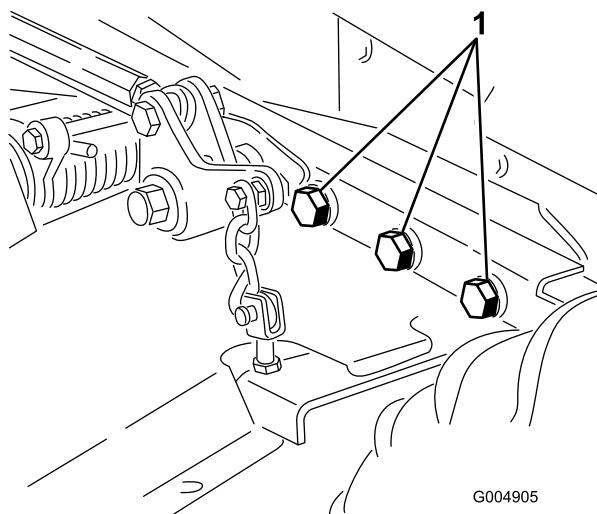

図 81
4. ボルトナット類にゆるみながいか点検し、必要な締め付けを行う。ボルトナット類にゆるみながいか点検し、必要な締め付けを行う。特に、芝刈りデッキのフレームをトラクションユニットに固定している6本のボルト(図 81)は265 ft-lb (359 Nm=36.6 kg.m) にトルク締めする。